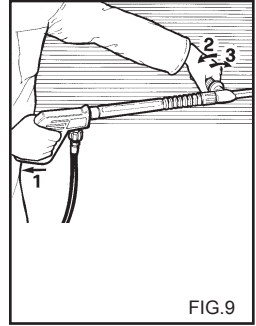

FIG.9
**USO DE LA LANZA DOBLE (fig. 9).**